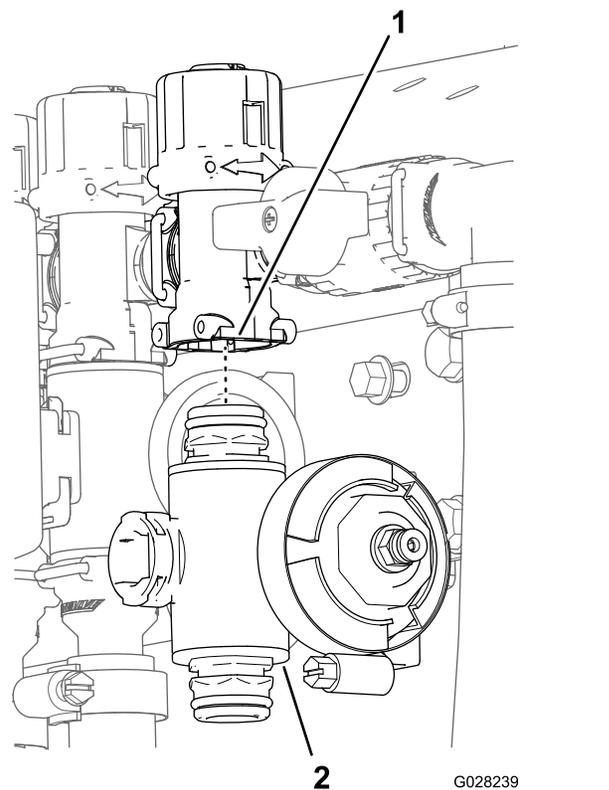

図 76
3. 左ブームまたは右ブームバルブの場合は、バルブをバルブマウントに固定しているフランジヘッドボルトとフランジロックナットを外してバルブマニホールドを機体から取り出す。右ブームバルブの場合は、機体からブーム用のバルブマニホールドを取り出す 図 76。